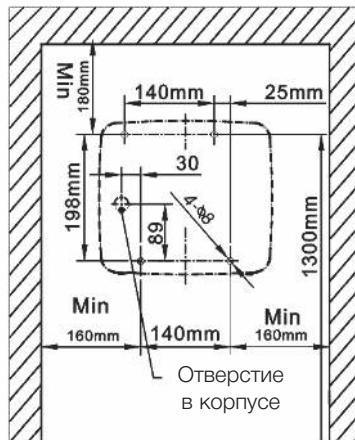

Рис. 4
2. Заденьте отверстия, как показано на рис. 4, затем просверлите отверстия диаметром 8 мм и глубиной 35 мм.